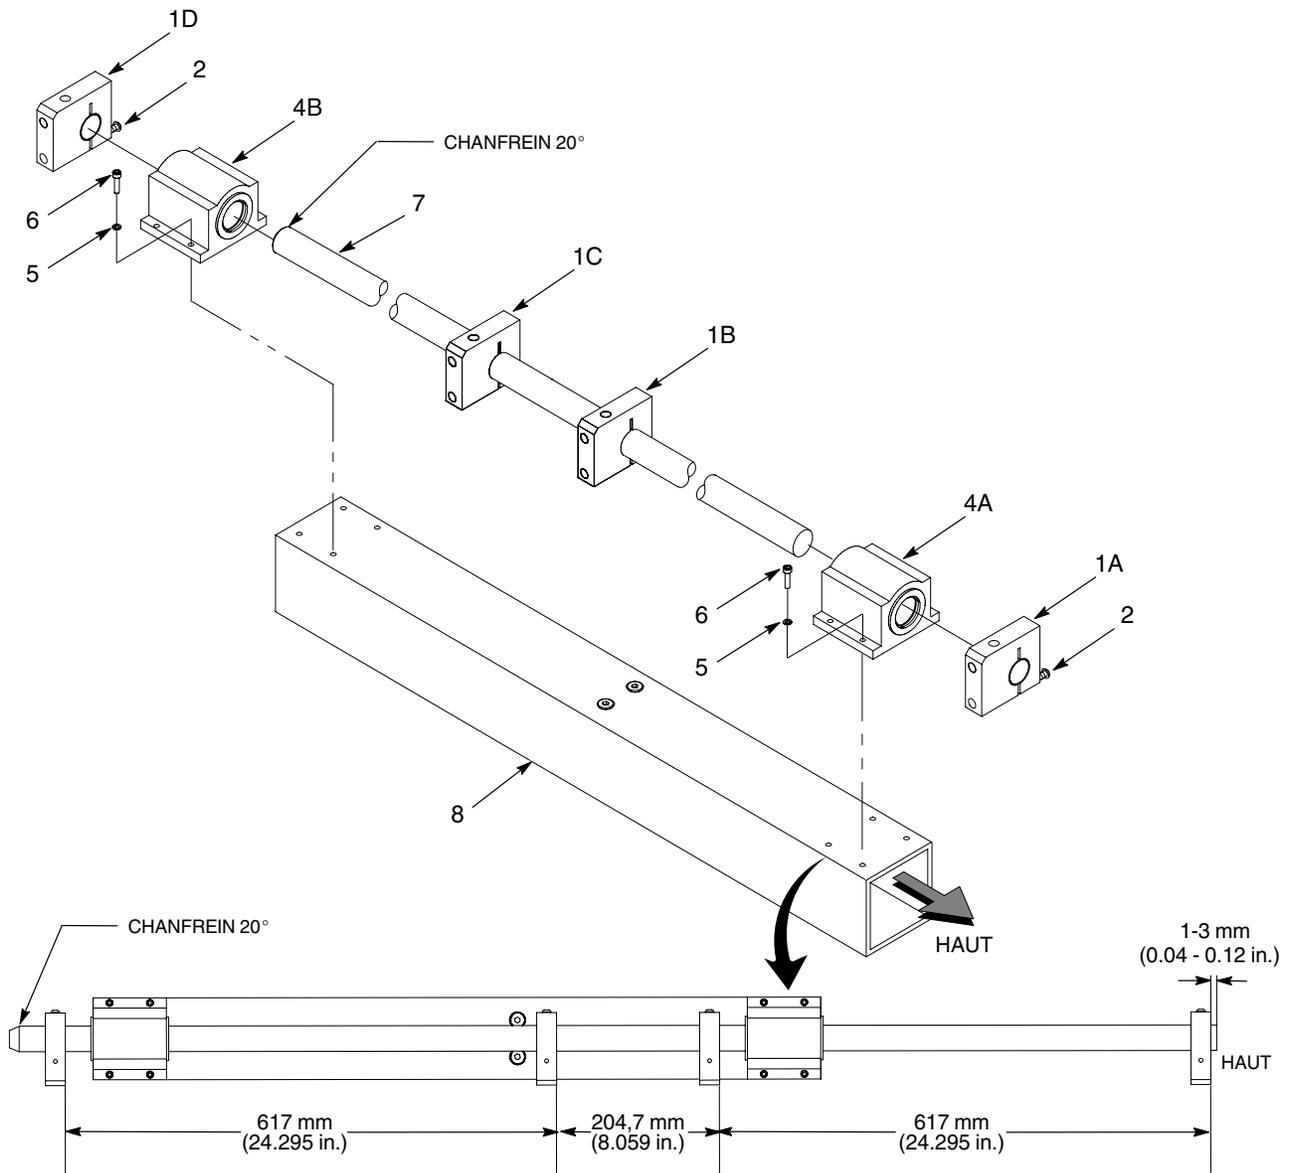

Fig. 17 Remplacement des paliers
1. Voir la figure 17. Desserrer les vis (2) qui fixent les deux supports d'extrémité d'arbre (1A, 1D). Retirer les deux supports d'extrémité d'arbre.
2. Retirer les vis (6) et les rondelles freins (5) qui fixent les paliers (4A, 4B) au tube de fixation de palier (8). Retirer les paliers de l'arbre (7).
3. Retirer les deux derniers supports d'arbre (1B, 1C) de l'arbre (7).
4. Monter les paliers neufs (4A, 4B) sur le tube de fixation de palier neuf (8) en utilisant les rondelles frein (5) et les vis (6). Ne pas encore serrer les vis.
- a. Insérer l'extrémité de l'arbre (7) chanfreinée à 20° à travers le palier du haut (4A).
- b. À partir de l'extrémité de l'arbre (7) chanfreinée à 20°, faire glisser deux supports (1B, 1C) sur l'arbre (7).
- c. Insérer l'arbre à travers le palier du bas (4B). Serrer les vis des paliers (6) à 6 N•m (4.4 ft.-lb).